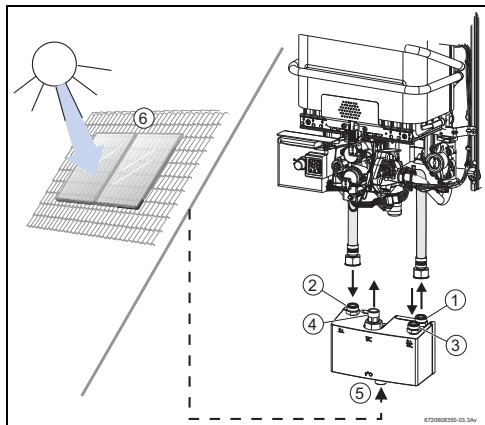

Fig. 4
- Nel raccordo d'ingresso AFS (Fig. 4, pos. 3). Inserire l'apposito filtro (Fig. 1, pos. 15).